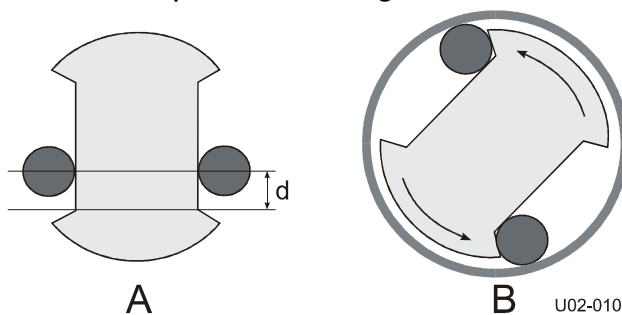

Abb. 14 : Auto-Grip-Welle
2. Die Abfallhülse auf die Welle stecken; dabei die Welle wie in Abbildung 14 gezeigt halten.
3. Die Welle nach vorn in die Hülse der Folienrolle stecken, dabei die Auto-Grip-Welle wie in Abbildung 14 gezeigt halten.
4. Welle mit der Folienrolle wieder richtig in die Aufhängungen einsetzen (siehe Abbildung 14).